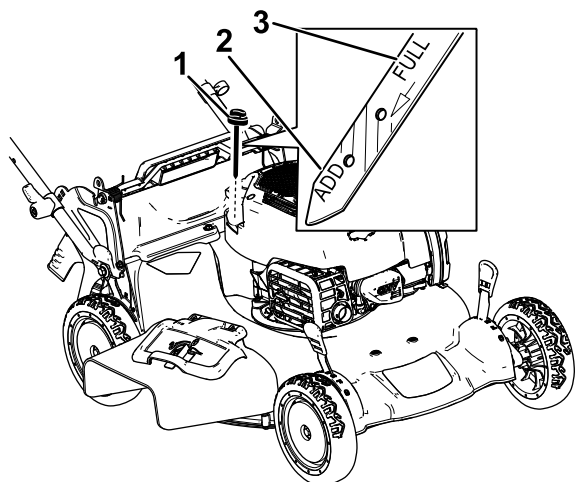

Bild 31
3. Entfernen Sie den Peilstab, indem Sie den Deckel nach links drehen und herausziehen (Bild 31).
10. Lesen Sie den Ölstand am Peilstab ab. (Bild 31)